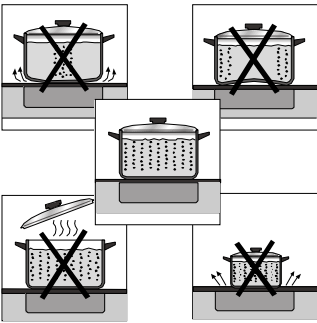

Fig. 7
- ❑ Os fundos desiguais prolongam o tempo de cozedura e aumentam o consumo de energia. Os recipientes devem ter o diâmetro da base o mais aproximado possível à medida da zona de cozedura e estarem centrados na mesma, fig. 7.